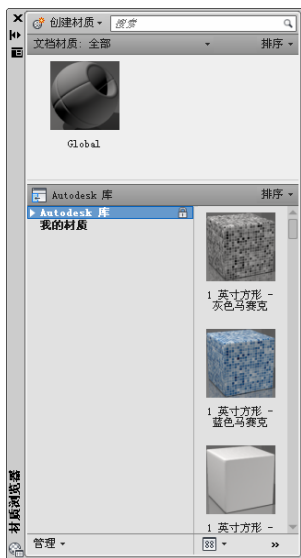

图 10-106 “材质浏览器”对话框
(1) 选择菜单栏中的“视图”→“渲染”→“材质浏览器”命令，打开“材质浏览器”对话框，如图 10-106 所示。